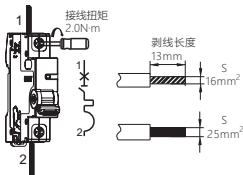

图5 NB5-63N/H接线方式
5.4 适用于铜导线连接，导线选择见表2，接线方式及剥线长度示意图如下图5